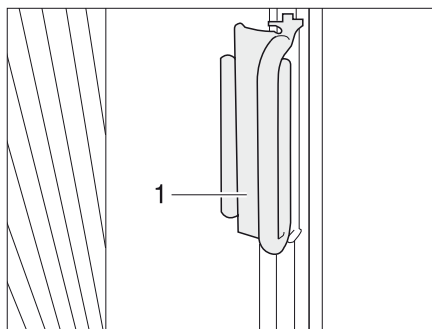

Bild 12 Handtag plisségardiner förar-/passagerarfönster
- Drag upp plisségardinerna för förar-/och passagerarfönstret, drag dem med handtaget (Bild 12,1) över kanten. Plisségardinen är säkrad.